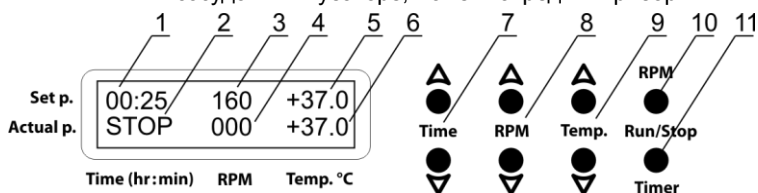

Рисунок 1. Панель управления
- 5.3. Включается дисплей прибора. В верхнем ряду отображается ранее установленное время в часах и минутах (рис. 1/1), скорость в оборотах в минуту (рис. 1/3) и температура в °C (рис. 1/5), в нижнем ряду показываются текущие значения соответствующих параметров: таймер (индикация STOP, рис. 1/2), скорость (рис. 1/4) и температура камеры (рис. 1/6), которая автоматически начинает подниматься согласно выставленной.
- 5.4.1. **Установка времени (Time).** Используя кнопки ▲ и ▼ Time (рис. 1/7), установите необходимый интервал работы в часах и минутах (шаг 1 мин.).
- 5.4.2. **Установка скорости (RPM/Shaker).** Используя кнопки ▲ и ▼ RPM (рис. 1/8), установите необходимую скорость перемешивания в оборотах в минуту (шаг 10 об/мин).
- 5.4.3. **Установка температуры (Temp. °C).** Используя кнопки ▲ и ▼ Temp. (рис. 1/9), установите необходимую температуру в градусах Цельсия (шаг 0,1 °C). Термостатирование камеры начинается автоматически.
Термостатирование камеры может быть отключено только выставив температуру ниже 25 °C, вручную понизив её кнопкой ▼ Temp. (рис. 1/9) пока на дисплее в сегменте Temp. °C в верхнем ряду не появится индикация OFF.
- 5.5.2. Нажмите кнопку **RPM Run/Stop** (рис. 1/10, на модели **ES-20/60** кнопка подписана как **Shaker Run/Stop**). Платформа начинает движение, таймер запускает отсчёт времени, с точностью в 1 минуту.
- 5.6. **Завершение программы.** По истечению установленного времени, движение платформы прекращается и дисплей отображает мигающую индикацию STOP (рис. 1/2), сопровождаемая повторяющимся звуковым сигналом, пока не будет нажата кнопка **RPM** или **Shaker Run/Stop**.
- 5.7. Если продолжительность работы не установлена и таймер в верхнем ряду дисплея (рис. 1/1) показывает 00:00, при нажатии кнопки **RPM** или **Shaker Run/Stop** прибор начинает непрерывное движение. На дисплее, сегмент **Time** показывает индикацию OFF в верхнем ряду (рис. 1/1) и таймер отсчёта в нижнем ряду (рис. 1/2). Для остановки платформы, нажмите кнопку **RPM** или **Shaker Run/Stop**.
Внимание! По истечению установленного времени движение платформы прекращается автоматически, но термостатирование может быть отключено только выставив температуру ниже 25 °С, вручную понизив её кнопкой **▼ Temp.** (рис. 1/9) пока на дисплее в сегменте **Temp.°C** в верхнем ряду не появится индикация OFF.
- 5.8. Таймер можно перезапустить во время работы прибора, при необходимости. Дважды нажмите кнопку **Timer Run/Stop** (рис. 1/11), первый раз для остановки, второй для перезапуска.